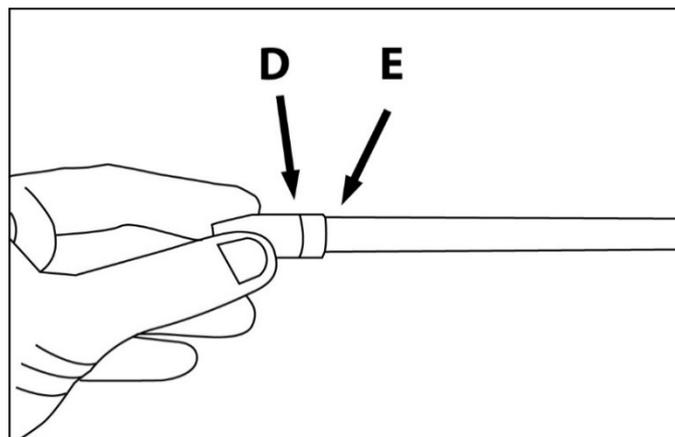

Рис.19
5. Ширина распыляемой струи регулируется поворотом насадки **Д**, которая фиксируется на пистолете гайкой **Е** (рис. 19).